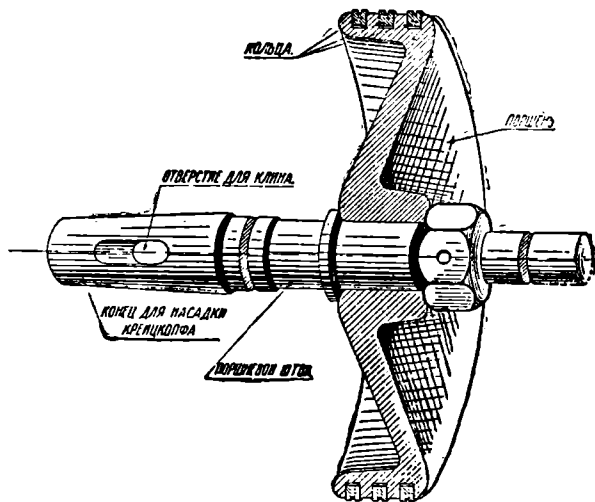

Рис. 74. Поршень со штоком (пар. сер. Эу).
**Поршень.** В паровом цилиндре помещается (рис. 74) штампованный или отлитый из стали поршневой диск. В свою очередь диск плотно насаживается на стальной шток, имеющий заплечик. С другой стороны диска наворачивается на шток гайка, удерживающая диск на месте. Поршень снабжен не менее, чем тремя упругими поршневыми кольцами, выточенными из мягкого чугуна. Шток поршня выпускается наружу цилиндра, и для прохода такового в крышках цилиндра прорезаются отверстия. Поршень должен не пропускать пара из одной полости цилиндра в другую, а также